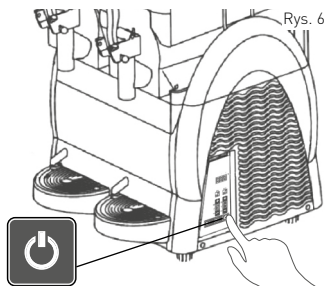

Rys. 5
- Po wleaniu/uzupełnieniu mieszanki w zbiorniku (2) umieść pokrywę (1) z powrotem na zbiorniku (2). Patrz: Rys. 5.